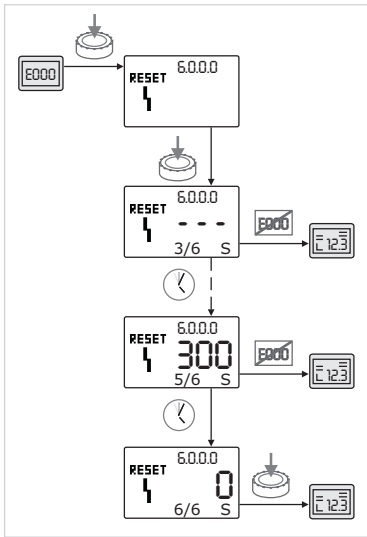

Fig. 61: Квитирование ошибки типа C
- При возникновении ошибок типа C выполнять квитирование следующим образом (Fig. 61).